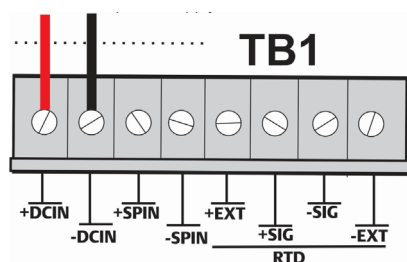

Figure 8. Câblage vers l'alimentation c.c. (avec E/S facultative)
- Insérez chaque extrémité de fil dénudé dans le connecteur correspondant et fixez le câble (reportez-vous aux Figure 8 et 9).